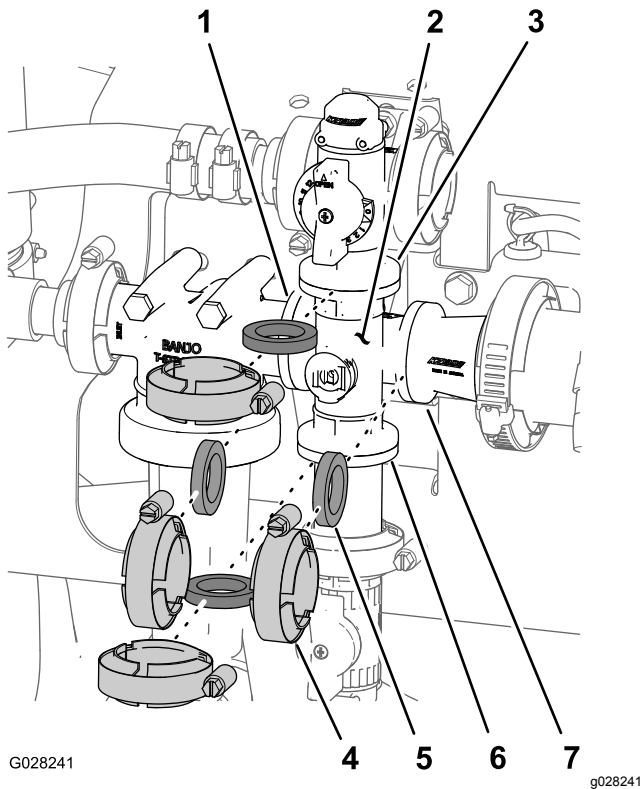

Bild 78
1. Entfernen Sie die Klemmen und Dichtungen, mit denen der Verteiler für das Rührwerkventil (Bild 78) am Rührwerksicherheitsventil, Druckfilterkopf, an der Reduzierkupplung und am Adapteranschlussstück (Rührwerkdrosselventil) befestigt ist.